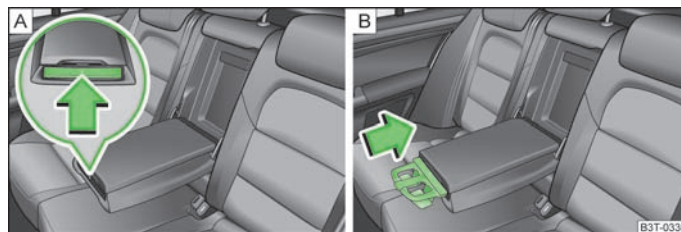

Fig. 84 Cotiera spate: Suportul pentru pahare / Introducerea suportului pentru pahare
- > Apăsați pe partea frontală a cotierei în sensul săgeții > fig. 84 - **A**, suportul de pahare iese în exterior.
- > Pentru a reintroduce suportul de pahare, apăsați pe partea centrală a suportului > fig. 84 - **B** și introduceți-l în cotieră.